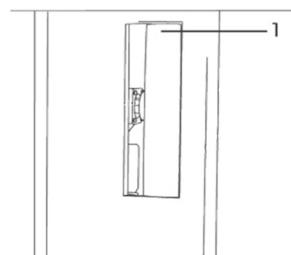

Fig. 15 – Retirando la tapa de la mesa
2 - Retire la tapa de la mesa (1) tirando la misma, fig. 15;